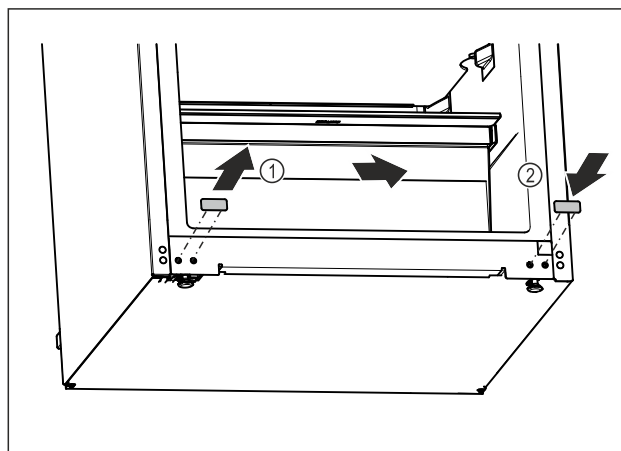

Fig. 17
- ▶ Wyjąć zatyczkę osłonki. Fig. 17 (1)
- ▶ Założyć zatyczkę osłonki po przeciwległej stronie. Fig. 17 (2)